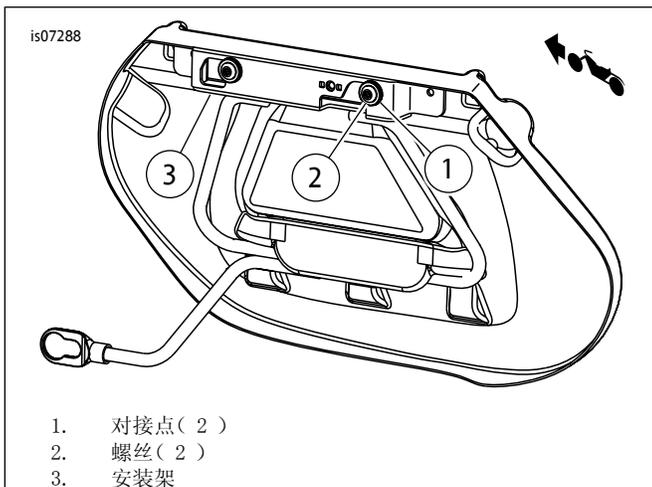

图2. 标记钻孔位置
- d. 参见图2。将对接点(1)插入安装架(3)。将螺丝(2)穿入每个对接点和边箱以定位支架。